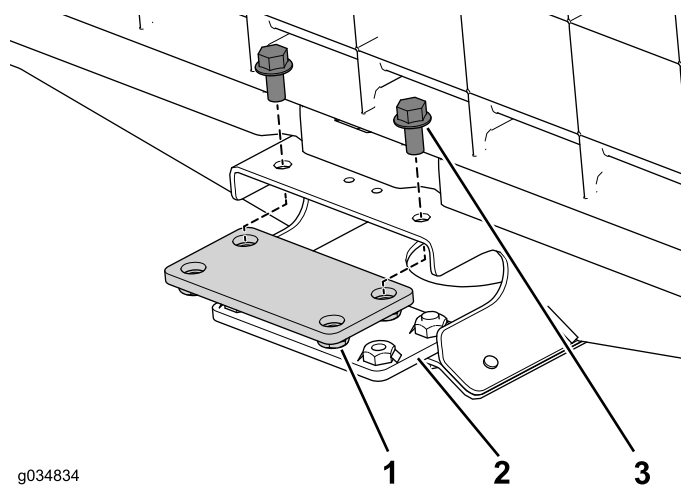

Figura 70
1. Utilize os quatro parafusos flangeados ($\frac{3}{8} \times \frac{3}{4}$ pol.) para instalar sem apertar as placas de ligação superior e inferior no canal central da secção dianteira (Figura 70).